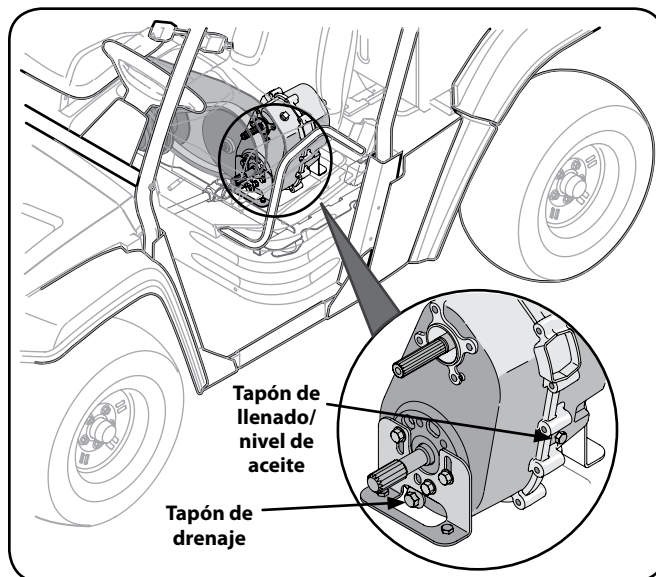

Figura 5-5
4. Acceda al tapón de drenaje a través de la ranura de la parte inferior del UV y quite el tapón. Vea la Figura 5-5.